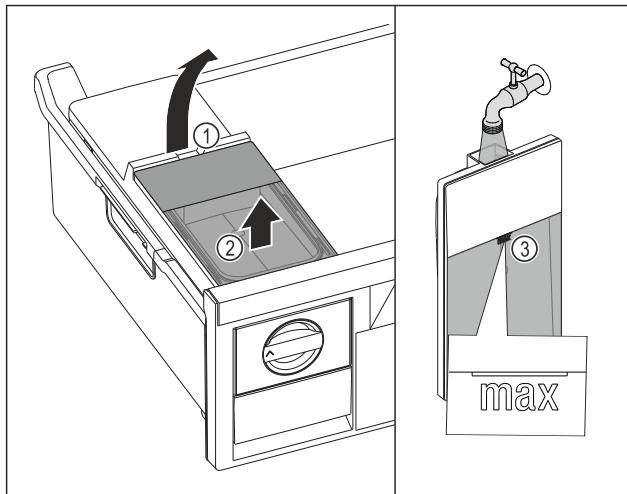

Fig. 67
- Підняти бак для води за заглиблення Fig. 67 (1).
- Вийняти бак для води рухом вгору. Fig. 67 (2)
- Наповнити бак для води питною водою до позначки Fig. 67 (3).